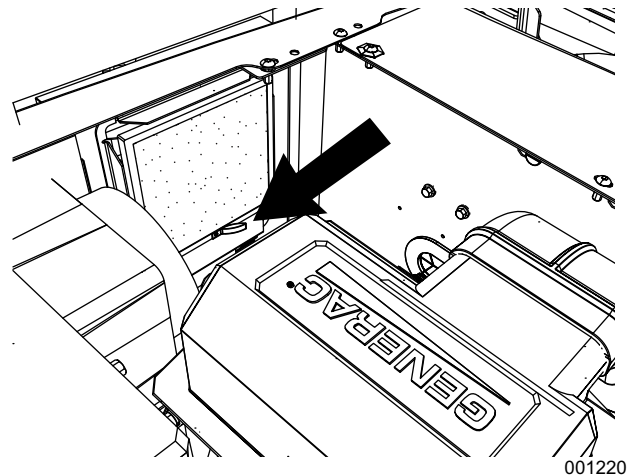

Figura 4-5. Sustitución del filtro de AVR
3. Vea Figura 4-5. Sujete la tira de izado de caucho y retire el filtro de la carcasa del filtro.